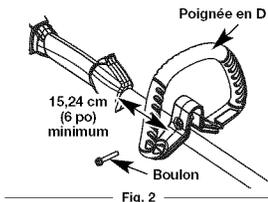

Fig. 2
1. Desserrez le boulon sur la poignée juste assez pour la déplacer (Fig. 2).
3. Serrez le boulon jusqu'à ce que la poignée en D soit bien fixé. (Fig. 2)